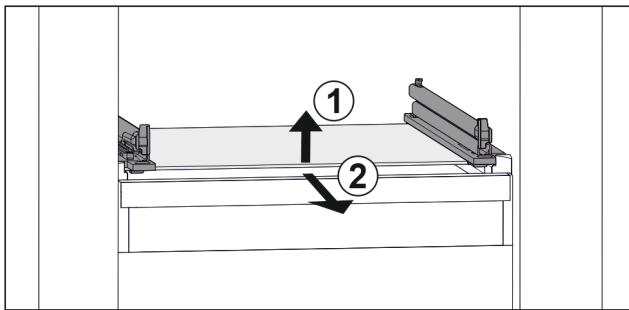

Fig. 166 Приближене відображення скляної пластини
- Підняти скляну пластину спереду. Fig. 166 (1)
- Вийняти скляну пластину рухом вперед. Fig. 166 (2)